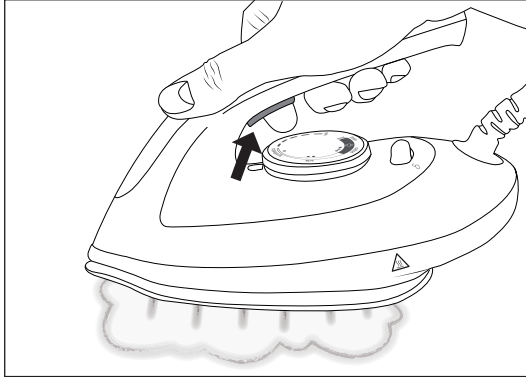

Abb. 9
- 5) Während Sie das Bügelgut bügeln, drücken und halten Sie die Dampf-Taste **2**, um anhaltend Dampf aus der Bügelsohle **8** auf das Bügelgut zu geben (siehe Abb. 9).